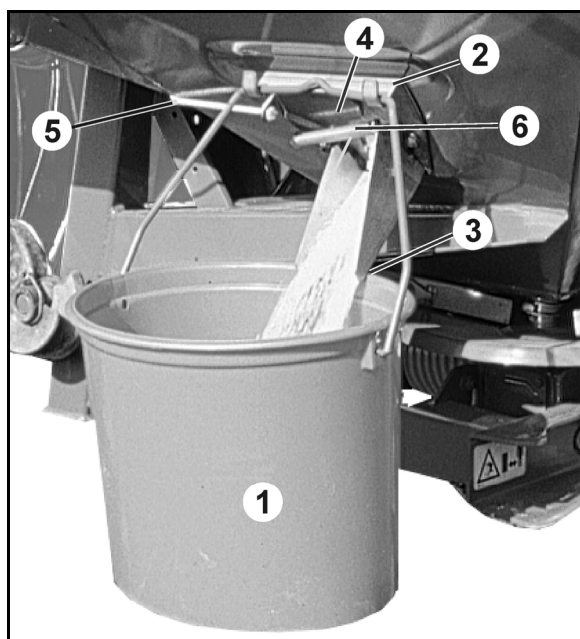

Fig. 64
1. Samlebeholderen (Fig. 64/1) hektes på med bøyler i holderen (Fig. 64/2). Samlebeholderen skal gå i spor på klemmanordningen (Fig. 64/3).
2. Åpne sideskjoldet (Fig. 64/4) på utløpsrennen helt i ca. 5 sekunder ved å trekke i tauet (Fig. 64/5) (for å sørge for en jevn gjødselstrøm). Etterpå helles gjødselen som samles opp, tilbake i spredersens beholder.
5. Kjør målestrekningen nøyaktig fra begynnelse til slutt under vanlige jordeforhold i planlagt, konstant arbeidshastighet. Samtidig åpnes sidespjeldet (Fig. 64/4) på utløpsrennen helt ved hjelp av tauet (Fig. 64/5) nøyaktig på målestrekningens startpunkt (trekk til mot stopperen) og lukk det på stoppunktet (når tauet slippes løst, trekker fjærene (Fig. 64/6) sidespjeldet i lukkestilling).